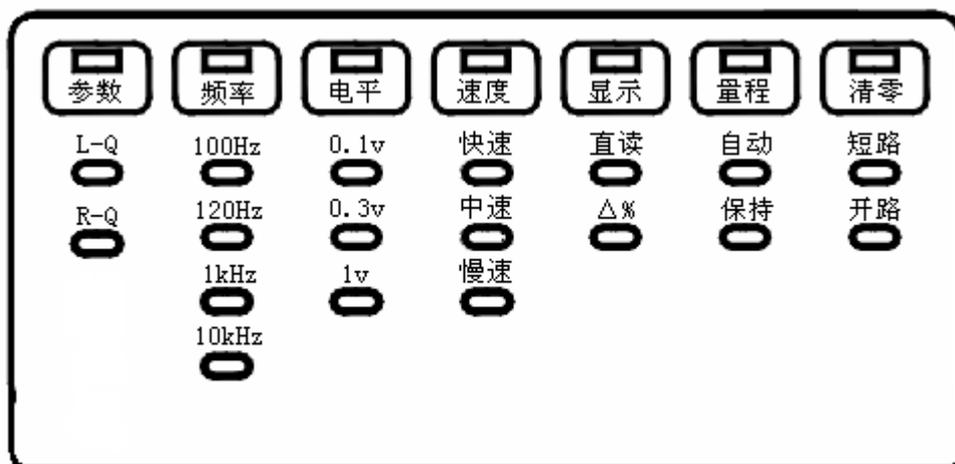

图 4-4 常用状态指示示意图
1、**“测量”状态**：对应七种常用功能的选择，功能直接在面板上指示（见图 4-4），仪器在“**测量**”状态时使用：“`^`”，“`∇`”，“`<`”，“`>`”，“**启动**”等按键，即可获得。